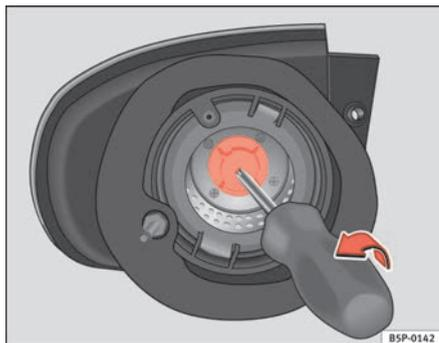

Fig. 188 Luz indicadora de mudança de direcção.
- Retirar o porta-lâmpadas da luz indicadora de mudança de direcção com a ajuda de uma chave de parafusos no sentido da seta ⇒ fig. 188.